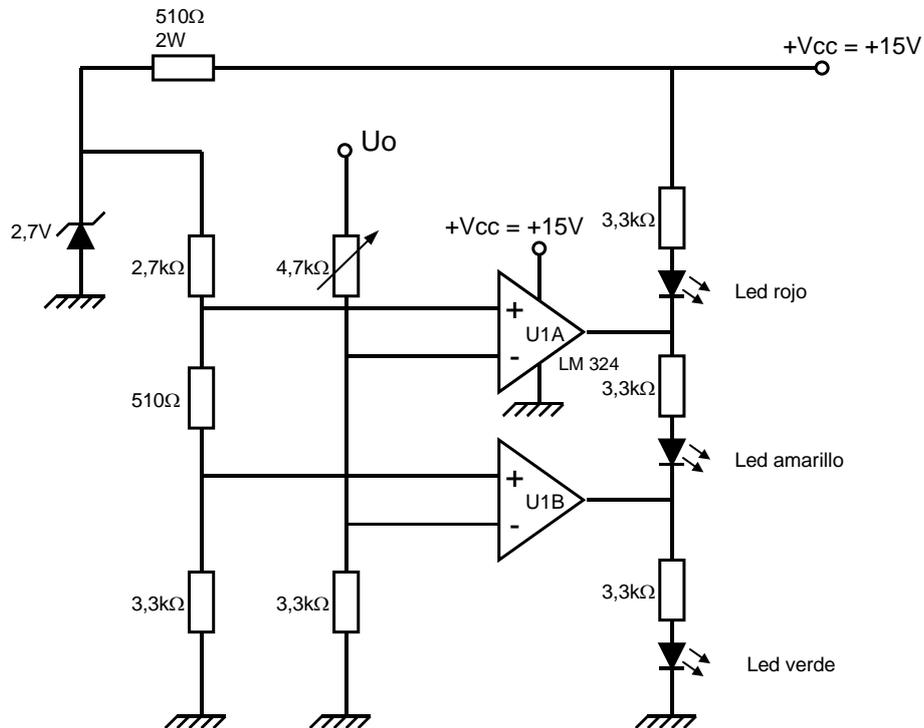

Figura 3. Circuito discriminante de deformaciones
Para ello se propone el esquema de la figura 3, u otro alternativo que Ud. proponga.
- **CT11:** ¿Qué ocurriría si no estuviera el diodo zener de la figura 3 (2V7)? ¿Y si se sustituye por otro zéner de valor 2V4?